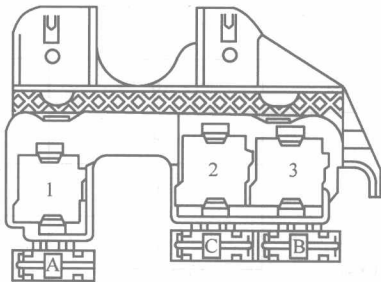

图 1-14 奥迪 A4 轿车继电器支架
1) 位于驾驶员一侧的 3 孔继电器支架如图 1-14 所示，其相关的说明如表 1-10 所示。